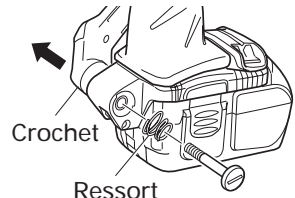

Fig. 7
- (b) Retirer le crochet et le ressort. (Fig. 7)